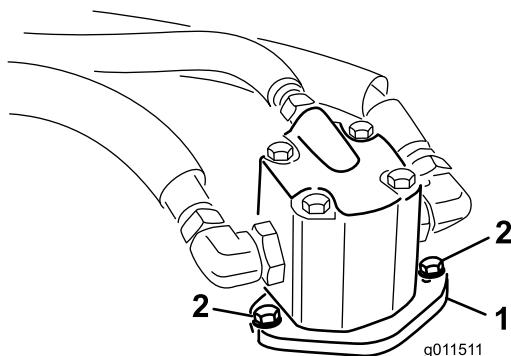

Bild 1
2. Entfernen Sie die Schrauben, mit denen die Hydraulikmotoren am Mähwerk befestigt sind (Bild 1).